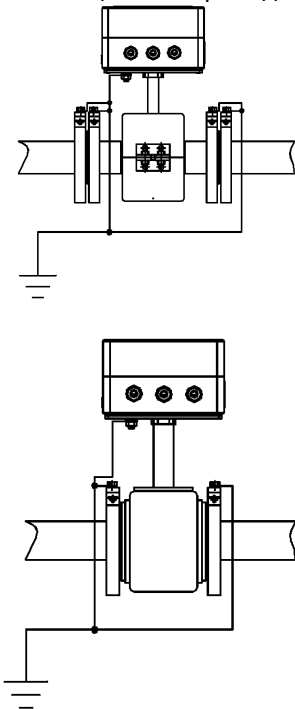

Рис.8
4.3.13 После установки ППР теплосчетчика необходимо обеспечить его заземление в соответствии с рис.8. Заземление ППР теплосчетчика следует выполнять в соответствии с требованиями ПУЭ, т.е. путём непосредственного соединения заземляющего проводника с заземлителем, а не с трубопроводом.